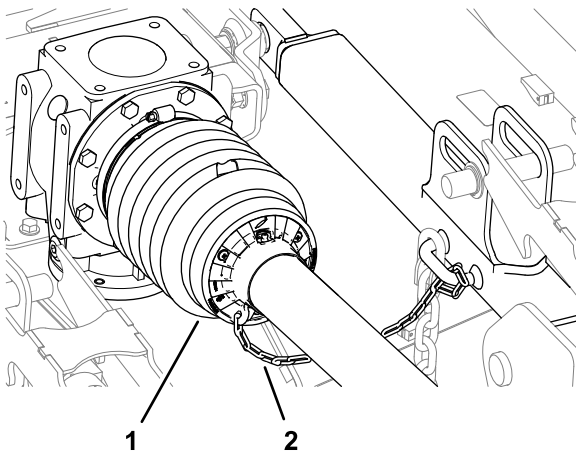

図 15
6. 拘束チェーンが、後 PTO シャフトガード、駆動シャフトガード、モアのフレームに接続されていることを確認する図 14と図 15。